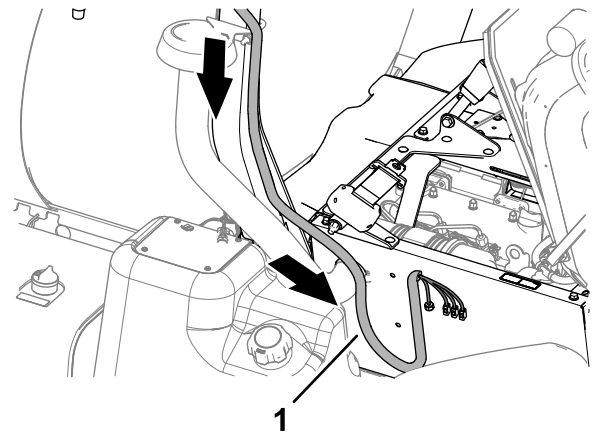

**Figura 56**
2. Enrute el arnés de la antena del módem por debajo del reposabrazos, como se muestra en la Figura 56.